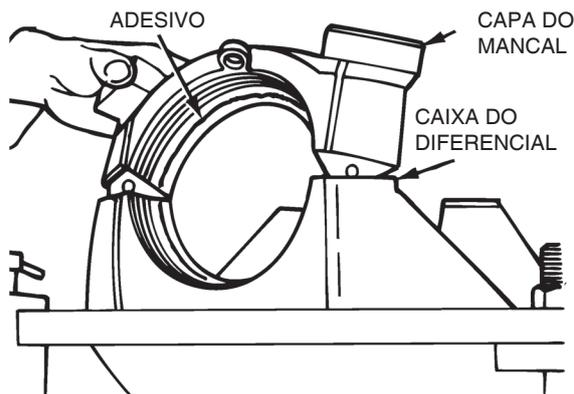

Figura 5.31
4. Aplique pasta de travamento 2297-T-418 uniformemente nas sedes dos rolamentos e nos mancais da caixa do diferencial. Cubra as superfícies completamente. A pasta de travamento não deverá entrar em contato com as roscas dos anéis de ajuste. Figura 5.31. Veja a Seção 4.